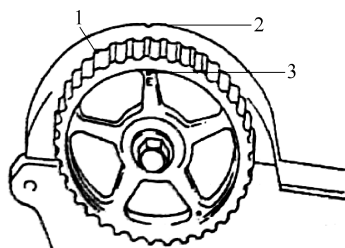

图 6-17 对齐凸轮轴与盖上标记
3) 检查凸轮轴正时带轮上的正时标记“E”是否同气缸端盖上的“V”标记对齐。如果没有，应转动凸轮轴使其对齐。注意不要超过转动允许范围，如图 6-17 所示。